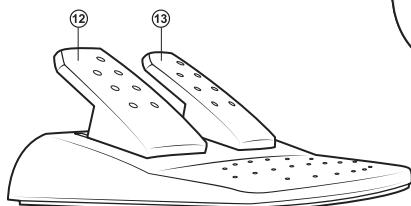

Рис. 3. Блок педалей
- Подключите к устройству блок педалей (рис. 3) с помощью встроенного в блок кабеля к разъему RJ-11 ⑯, а потом подключите манипулятор кабелем USB ⑯ к свободному порту USB компьютера.